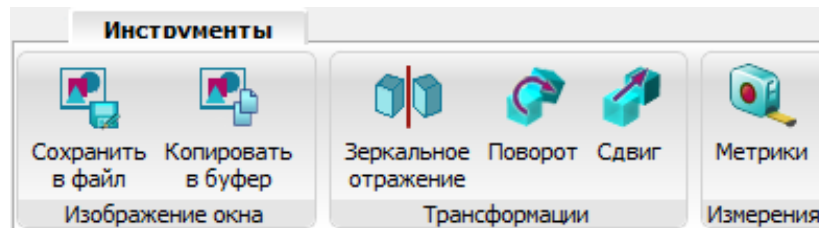

Рис. 137
16.1.9.1. Меню «Инструменты» показано на рис. 137.